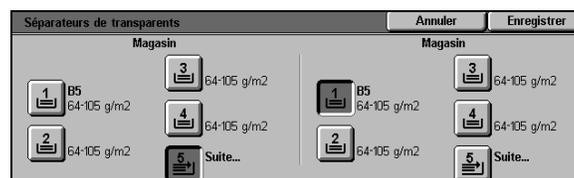

Figure 18 : Écran Magasin pour séparateurs
- Sélectionnez le magasin contenant les séparateurs dans la zone prévue à cet effet (figure 18).